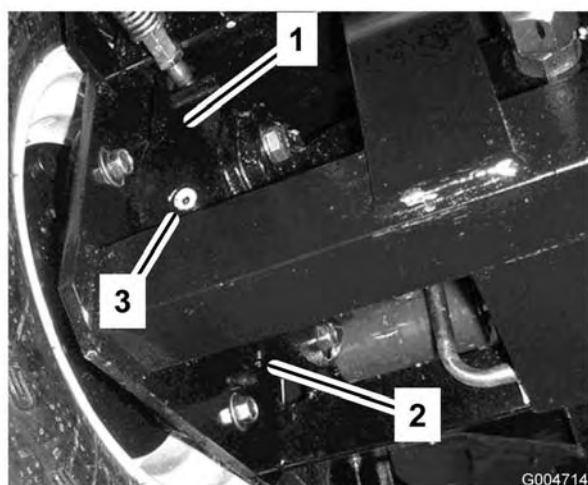

Figura 58
4. Collocate una bacinella sotto la scatola del freno, dall'altro lato della ruota (Figura 58).
7. Togliete il tappo di controllo dalla scatola del freno (Figura 58).